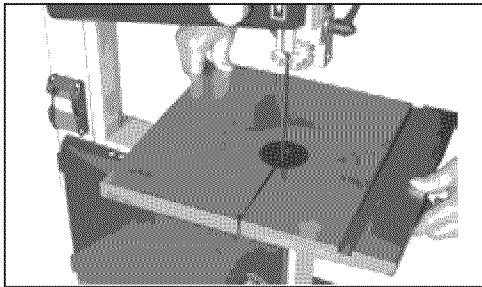

Figura 2 – Monte la Mesa de Soporte Giratorio
- Monte el muñón superior de la mesa en el muñón inferior de la mesa con el perno de carruaje, pieza de deslizamiento, arandela y tuerca de mariposa. Coloque la mesa en el muñón superior de la mesa, teniendo cuidado cuando pase la hoja de la sierra a través de la ranura de la mesa (véase la Figura 2).